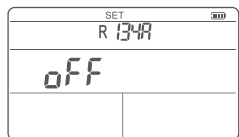

Figura 9 Pantalla de desconexión automática
2. Pulse  dos veces brevemente para cambiar al ajuste de apagado automático (figura 9).